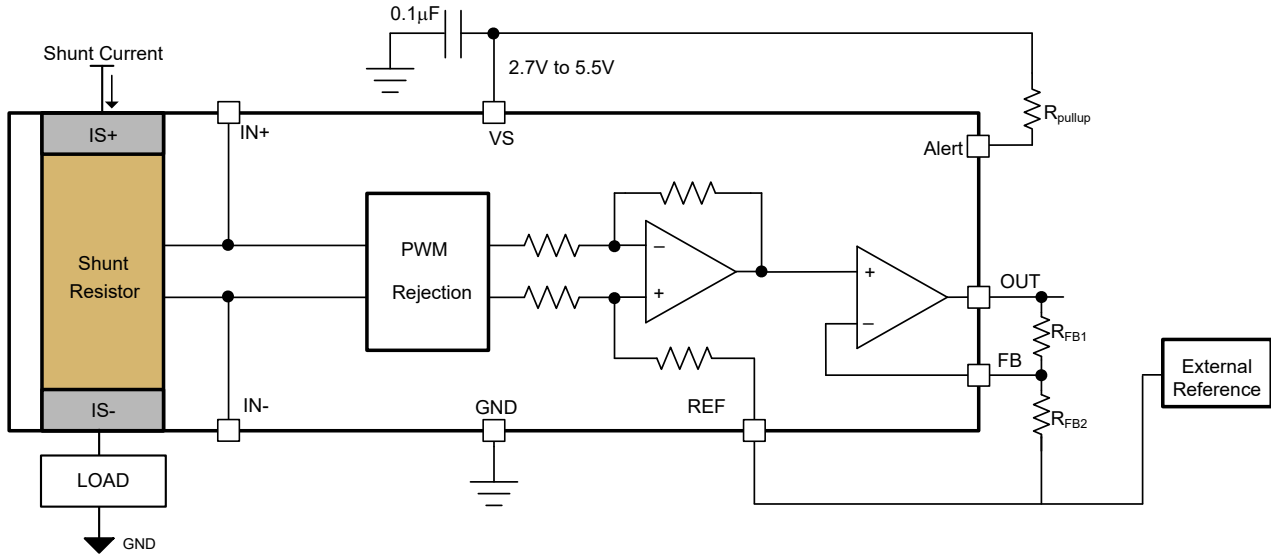

图 6-8. 通过外部电阻分压器实现的可调增益设置
INA750x 支持通过两个外部电阻网络进行增益调整。默认增益为 40mV/A，借助增加的外部可调增益电阻器网络，总增益 (G) 最高可达 800mV/A。图 6-8 显示了配置用于增加外部增益的两个外部电阻器 R_{FB1} 和 R_{FB2} 。方程式 2 可用于计算外部可调增益，方程式 3 显示了具有外部可调增益的系统的总增益。REF 引脚和电阻 R_{FB2} 的一端根据 OUT 引脚上所需的电压连接到外部基准，如使用基准引脚调整输出 中所述。